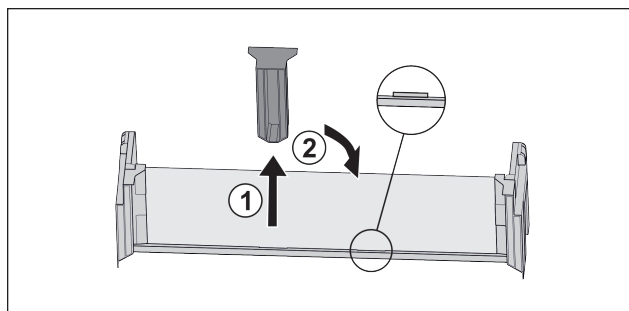

Fig. 28
- ▶ Trekk av den midtre holdedelen Fig. 28 (1).
- ▶ Sett inn den midtre holdedelen i andre posisjon Fig. 28 (2).